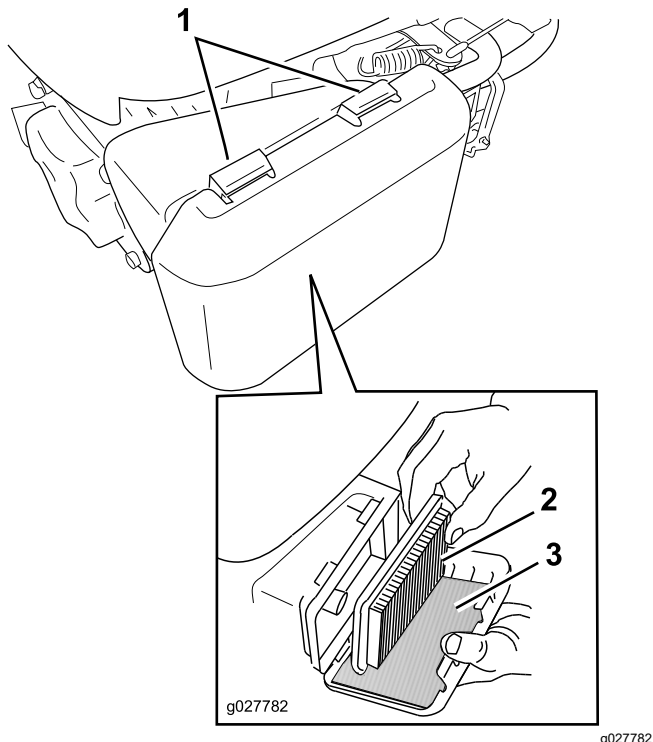

Figura 22
1. Presione hacia abajo los cierres de la parte superior de la tapa del filtro de aire (Figura 22).
3. Retire el filtro de aire de papel y el pre-filtro de gomaespuma (Figura 22).